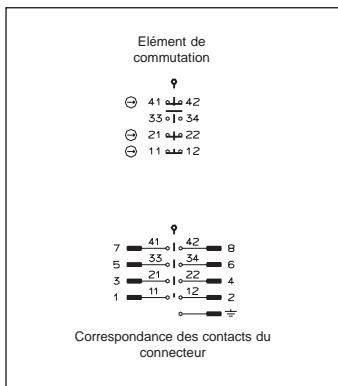

Fig. 5: Élément de commutation avec fonctions de commutation et brochage du connecteur
- Correspondance des contacts, voir la fig. 5.
- Correspondance des broches, voir la fig. 5.